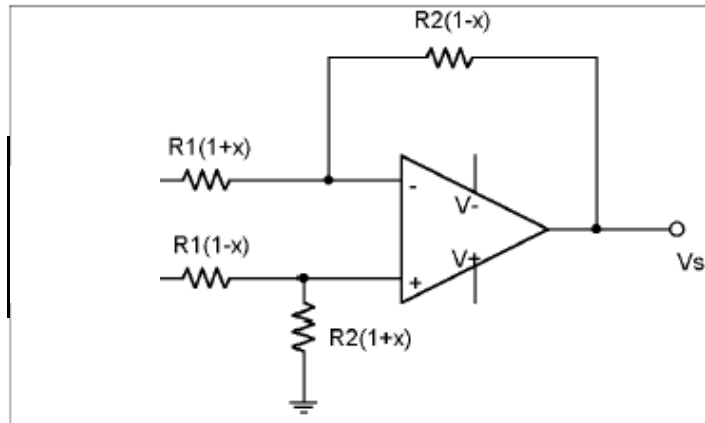

Figure 2 : schéma électrique de l'amplificateur de différence compte tenu des dispersions sur les résistances.
### **2- L'étage différentiel (fig.2) :**
- En fait, en raison des tolérances sur les composants (5%), l'égalité entre ces résistances est irréalisable. On posera  $x = \Delta R/R$  la sensibilité résistive identique pour chacune des résistances ( $x \ll 1$ ). Calculez dans le pire des cas, représenté sur la figure 2, le gain en mode commun. On admettra que le gain différentiel  $G_d$  reste inchangé, calculez le taux de réjection du mode commun TRMC de ce montage ( $x=0.05$ ).